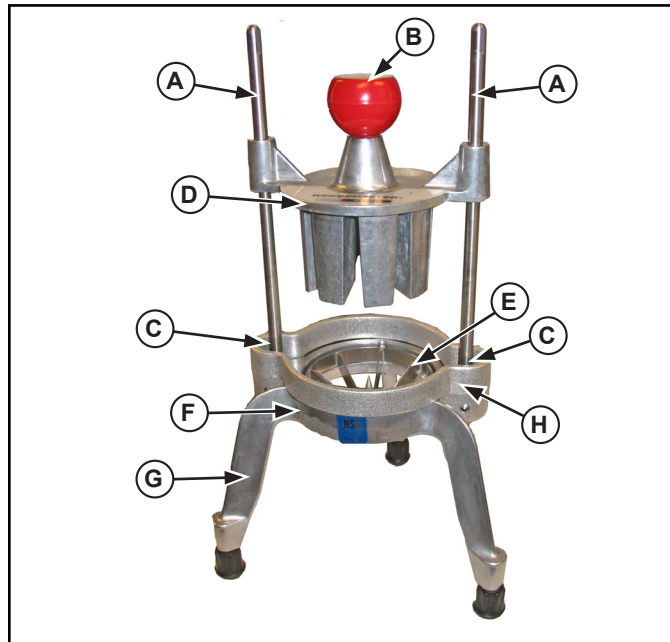

Figura 1. Características y controles.
3. Antes de cada uso, verifique que las hojas estén correctamente alineadas. Fije lentamente el cabezal de empuje (D) sobre el conjunto de hojas (E). Consulte la Figura 1. Deben deslizarse juntas sin obstrucciones. Si hay obstrucciones, verifique que ambas piezas efectivamente sean del mismo conjunto. Elimine la obstrucción.
6. Suba el mango (B) y coloque el alimento en el conjunto de hojas (H) (la espiga central para hojas segmentadoras).
7. Quite la mano del área del conjunto de hojas (H) y colóquela en una de las patas (F).
1. Deslice el conjunto del cabezal de empuje (D) para retirarlo de las varillas guía (A). Figura 1.
2. Retire la protección de seguridad (H) (algunos modelos).
3. Retire los tornillos que afianzan el conjunto de hojas (E).
4. El conjunto de hojas (E) se limpia mejor forzando agua a presión por las hojas desde el lado sin filo. Si es necesario, use un cepillo de limpieza con cerdas de nylon para eliminar las partículas de alimento de dicho lado (E).
8. Instale el conjunto de hojas (E) de modo que las lengüetas en éste se deslicen al interior de las ranuras del conjunto de la base (F).
9. Afiance el conjunto de hojas (E) al conjunto de la base (F) con los tornillos que se retiraron anteriormente.
2. Retire el conjunto del cabezal de empuje (D) deslizándolo hacia afuera de las varillas guía (A). Figura 1.
3. Suba los topes (C) aproximadamente 5.0 cm (2").
4. Retire los tornillos que afianzan el conjunto de hojas (E), deseche el conjunto de hojas antiguo y conserve los tornillos.
5. Instale el nuevo conjunto de hojas (E) de modo que las lengüetas se deslicen al interior de las ranuras del conjunto de la base (F).
7. Deslice los topes (C) hacia abajo por las varillas guía (A) para que hagan contacto con la base (F). Lubrique la barra guía con aceite mineral o Petro Gel tras usar el equipo. No use aceite de cocina ya que se tornará pegajoso y puede dañar permanentemente el equipo.